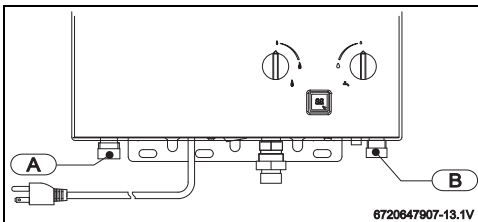

Fig. 11 Conexão da água
- Identificar a tubulação de água fria (Fig. 11, item B) e de água quente (Fig. 11, item A), de forma a evitar uma possível troca.